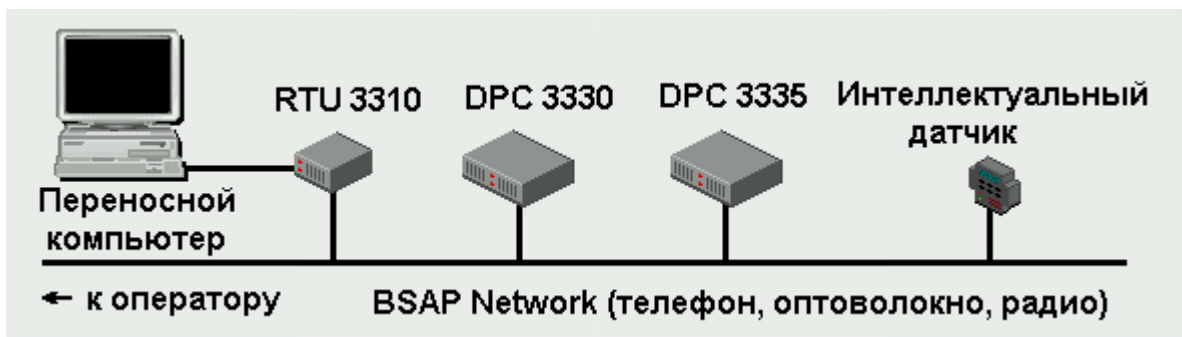

Рис. 2.2.1. Взаимодействие контроллеров Bristol Babcock по протоколу BSAP.
- BSAP - стандартный протокол Bristol Babcock, используется для объединения в сеть устройств Bristol Babcock, включая RTU 3310, DPC 3330, DPC 3335, RIO 3331, интеллектуальных датчиков (рис.2.2.1);